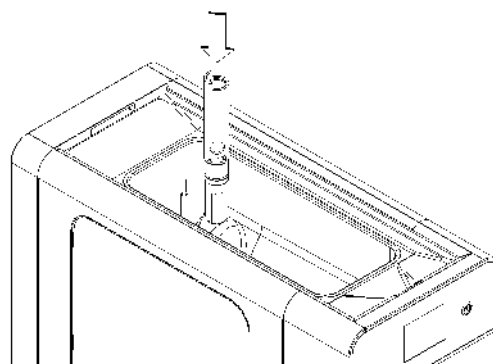

figura 3
**1** inserire la parte inferiore del tubo di miscelazione nell'apposito foro di collegamento tra la vasca ed il cilindro, avendo cura di orientarlo in modo da introdurlo completamente nella propria sede. (vedere figura 3)